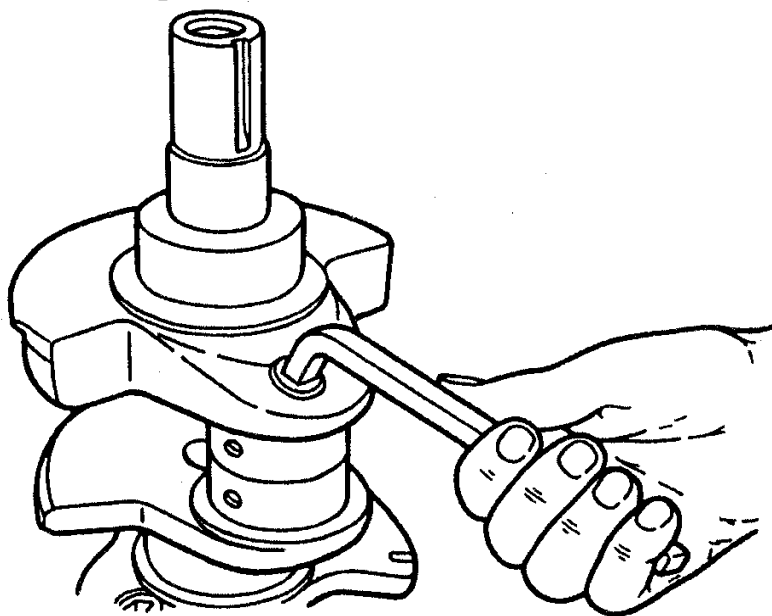

Рис.57. Вывертывание пробок грязеуловителей из коленчатого вала
**Коленчатый вал.** Вывернуть все пробки грязеуловителей шатунных шеек (рис.57) и удалить из них отложения при помощи проволочных щеток. Промыть и продуть сжатым воздухом масляные каналы и полости грязеуловителей, завернуть пробки с крутящим моментом  $37...51 \text{ Н}\cdot\text{м}$  ( $3,8...5,2 \text{ кгс}\cdot\text{м}$ ), предварительно нанеся на обезжиренную резьбу пробок анаэробный герметик «Стопор-9» или аналогичный («Гермикон-9», «Euroloc 6638»). Особенно важно прочистить эти отверстия и полости после ремонта коленчатого вала, так как попавшие в них частицы металла и абразивного материала могут быть занесены потоком масла в подшипники. Если такие частицы не удалить, то они, попав в подшипник, могут вызвать надирь как на поверхности вкладыша, так и на шейке коленчатого вала.